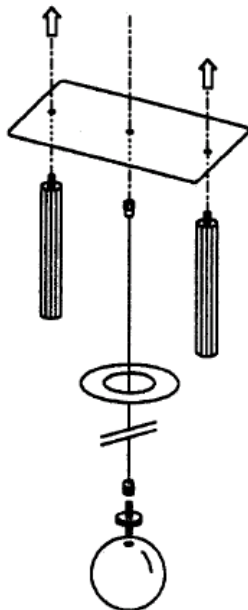

Fig. 10
- Se debe comprobar que los tornillos de sujeción para el hilo y la placa anular estén bien asentados porque las mediciones se hacen inexactas cuando la sujeción del hilo tiene un juego (Fig. 10).